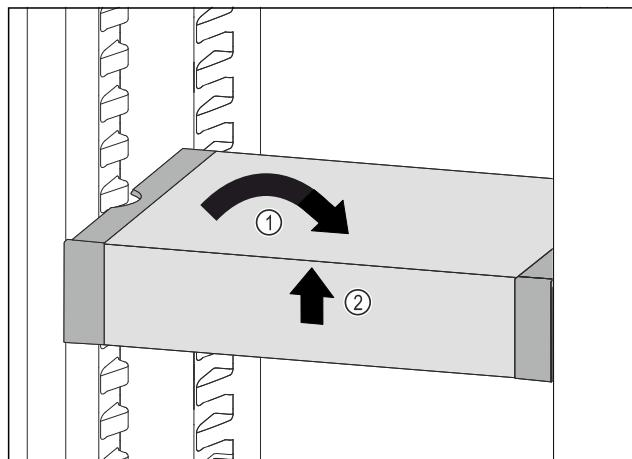

Fig. 107
- Установите VarioSafe прямо. Fig. 107 (1)
- Приподнимите VarioSafe спереди. Fig. 107 (2)